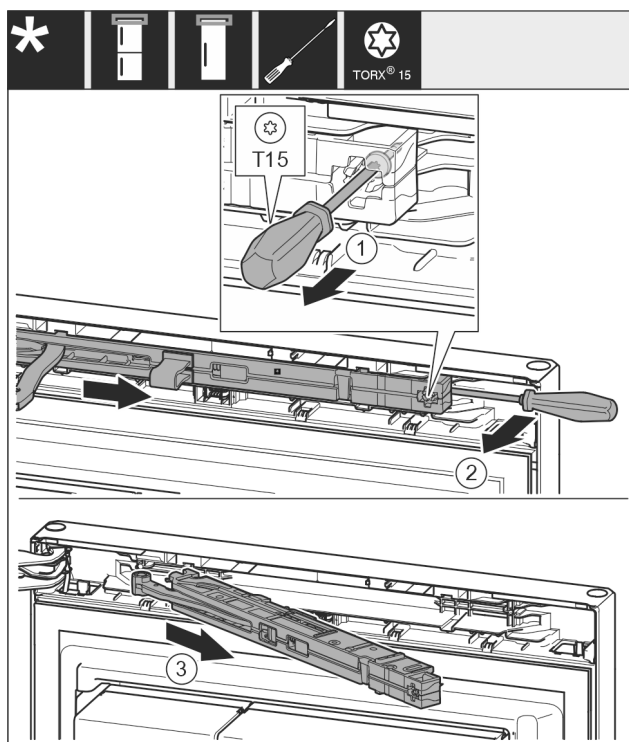

Fig. 11
- ▶ Afloje el tornillo Fig. 11 (1) de la unidad del amortiguador de cierre con un destornillador 14 mm.
- ▶ Haga palanca con un destornillador para sacar la unidad del amortiguador de cierre Fig. 11 (2) del lado del tirador hacia delante.
- ▶ Extraiga la unidad del amortiguador de cierre Fig. 11 (3).